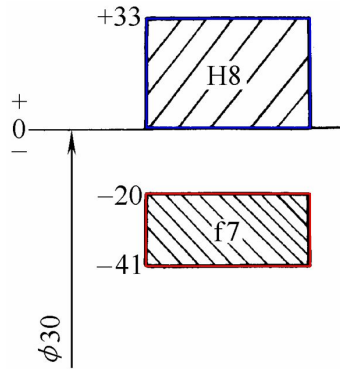

图 2
24. 关于图 2 孔 H8 与轴 f7 公差带配合描述正确的是 ()。